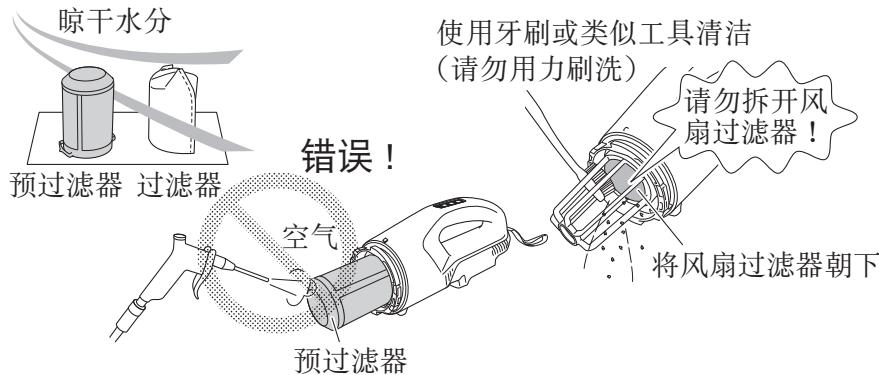

图 22
- 请勿使用气枪或类似工具清洁前置过滤器、过滤器、风扇过滤器及电器本身。（图 22）